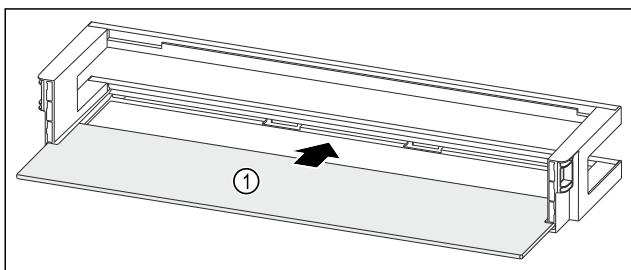

Fig. 119 Raft montat pe ușă cu raft
- Împingeți în interior raftul Fig. 119 (1) în degajările laterale.